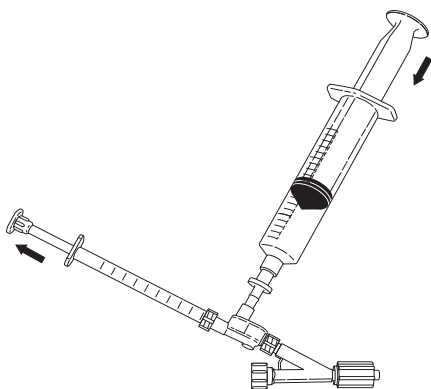

图4
6. 将 1 毫升注射器连接至注射孔，吸入0.5毫升肝素生理盐水。取下1毫升注射器，从注射器中推出所有气泡。在重新接上 1 毫升注射器之前，轻轻推压20毫升注射器，灌注注射孔，在注射孔留下半月面的溶液量。将 1 毫升注射器重新连接至注射孔。(图4)